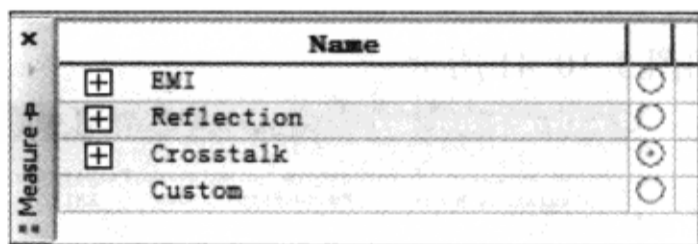

图 3-10-43 测量类型
⑥ 单击“OK”按钮，关闭“IO Cell Stimulus Edit”对话框。
(2) 执行仿真。
① 在 SigXplorer 窗口“Measurements”表格选中“Crosstalk”后的单选按钮，如图 3-10-43 所示，选择窜扰仿真。